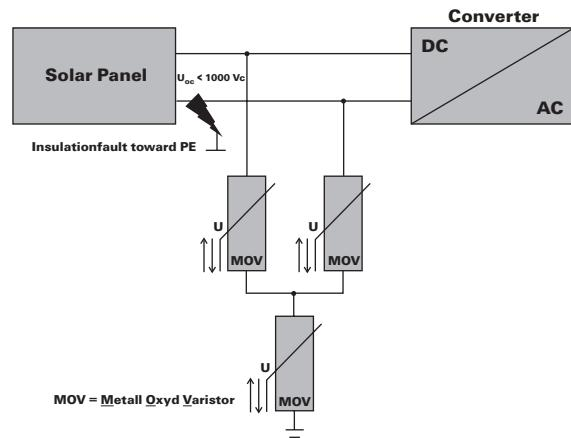

Рис. 4: Y-образная защитная схема с тремя варисторами
Чтобы УЗИП могли справляться и с такими высокими системными напряжениями, в качестве квазистандарта утвердилось и хорошо зарекомендовало себя соединение по схеме звезды из трех варисторов (Рис. 4). При неисправности изоляции все же остаются два последовательных варистора, благодаря чему эффективно предотвращается перегрузка УЗИП.
**Резюме:** реализуется защитная схема абсолютно без утечки тока и предотвращается случайное срабатывание разъединителя. В вышеописанном сценарии также эффективно предотвращается возможное развитие возгорания. В то же время не допускается влияние устройства контроля изоляции. Т.е. при нарушении изоляции, всегда остаются два последовательных варистора. Благодаря этому выполняется обязательное требование недопущения замыкания на землю. Разрядник Weidmüller УЗИП класса 2 – VPU II 3 1000 В DC до режима UCPV +/-, -/PE, +/PE = 1000 В DC – обеспечивает отработанное практическое решение, так как это изделие прошло испытание на соответствие требованиям всех действующих стандартов (UTE C 61-740-5-1 и prEN 50539-11) (Рис. 4). Тем самым мы предлагаем максимальную безопасность для применения в цепях DC.